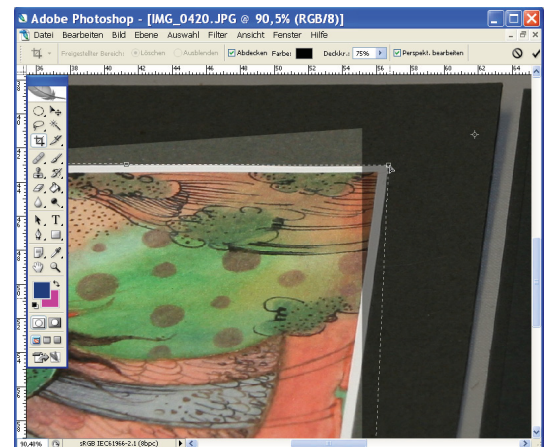

Abb. 11-52: Auswahlrechteck dem Detail anpassen
- Einen beliebigen rechteckigen Bereich aufziehen ► **P OPTIONEN: Perspektivisch bearbeiten** aktivieren (Abb. 11-52) ► Das Auswahlrechteck läßt sich jetzt verzerren.